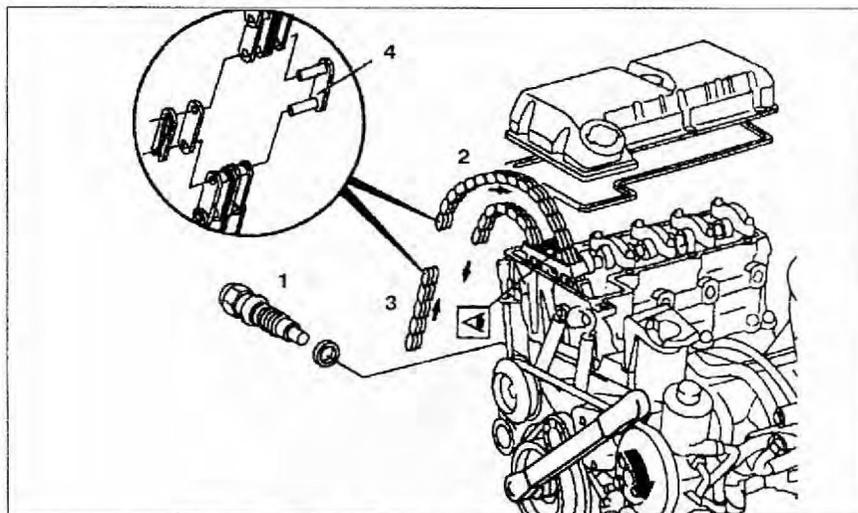

Рис. 2.11. Замена цепи ГРМ:
1. Снимите натяжное устройство 1 (рис. 2.11).